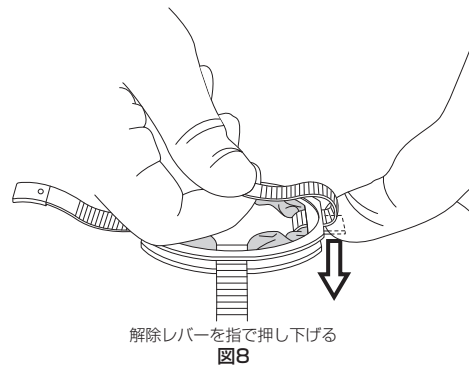

図8
- 1) フラップの下にある解除レバーを押し下げる。(図8)